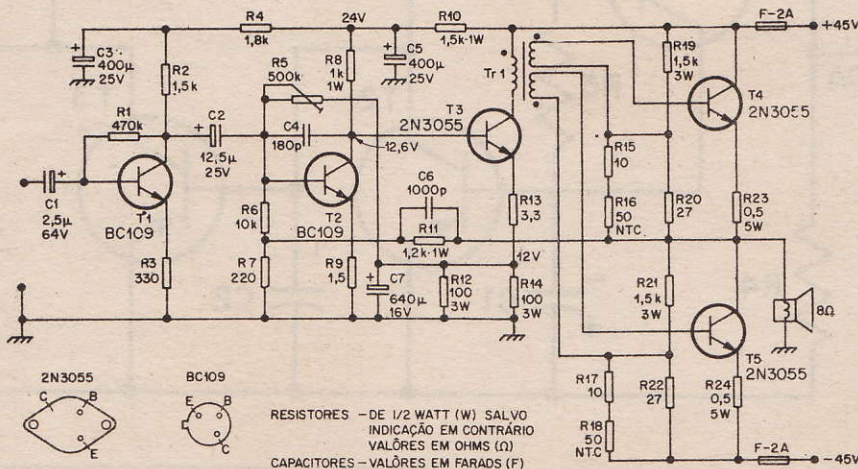
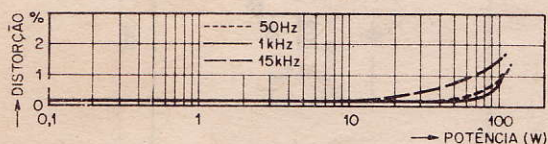
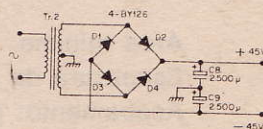

Figura 1 — Circuito do amplificador de alta fidelidade com 100W de saída.
Figura 2 — Variação da distorção harmônica total com a potência de saída.
Figura 3 — Circuito da fonte de alimentação do amplificador de 100 W.
Na figura 1 os transistores T1 e T2 formam um amplificador diferencial assimétrico. A realimentação de corrente nos circuitos emissores, cumpre duas finalidades: estabilizar o
No circuito realimentador está inserida uma lâmpada (LA na figura 1) devendo ser para 24 volts, 25 miliampéres.
Se for ligado um osciloscópio nos terminais X (figura 2) o sinal será muito distorcido quando se coloque a chave (S) nas posições 2, 3 e 4. Há que ajustar R6 (figura 1) até que o sinal seja sinusoidal.
LISTA DE MATERIAIS PARA FIGURA 1
LISTA DE MATERIAIS PARA FIGURA 2
Na figura 1 temos o circuito elétrico e na figura 2 o circuito impresso. Na figura 3 é uma sugestão para distribuição dos componentes. A voltagem de alimentação deverá ser entre 9 e 18 volts.
Ao todo são empregados no amplificador da figura 1 cinco transistores de silício: dois BC109 e três de potência do tipo 2N3055.
A fonte apresentada na figura 3 é capaz de atender a todas as condições de consumo do amplificador descrito sem necessitar de sistema de regulação, exigindo porém que os enrolamentos do transformador tenham baixa resistência, de modo que a tensão contínua fornecida com potência de saída máxima, quando o consumo atinge cerca de 2 ampères, não caia abaixo de 80 V.